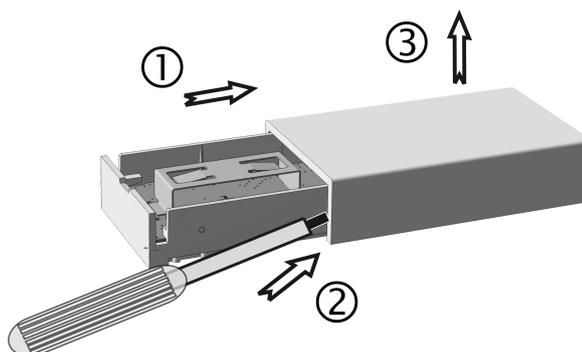

Figura 2: Sollevare il coperchio dell'alloggiamento
- Affinché la parte superiore possa essere rimossa occorre in primo luogo rimuovere l'alloggiamento da un lato, per esempio con un cacciavite piccolo(Figura 2).